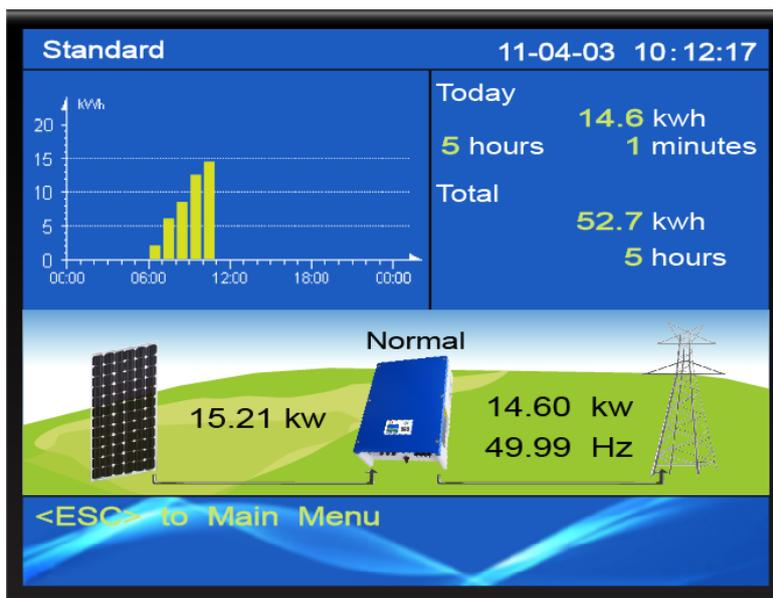

Figura 52: Schermata Iniziale
1) Avviare l'inverter e attendere il caricamento della **Schermata Iniziale**, come in figura 52